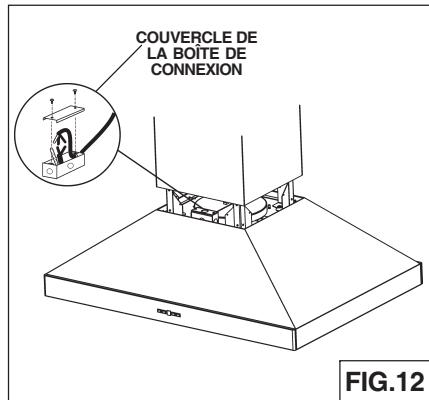

FIG.12
1. Enlevez le couvercle de la boîte de connexion électrique. Ouvrez un trou de la boîte de connexion électrique (Fig.12).